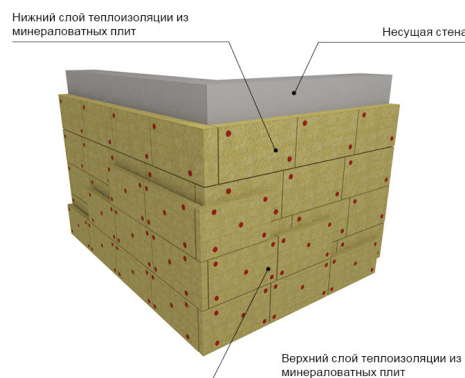

Рис. 3. Схема правильной установки теплоизоляции в угловых зонах фасада
- Плиты теплоизоляции в угловых зонах устанавливаются с перевязкой каждого слоя (рис.3). Не допускается выполнять утепление угла путем перегиба на нем плит теплоизоляции.